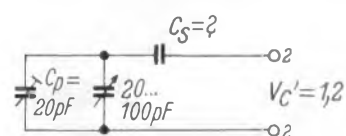

Bild 6. Schaltung zum Beispiel 2 (13) Einfluß des Parallelkondensators C_P
In dem Beispiel 1 (13) möge dem Drehkondensator ein Trimmer mit einer mittleren Kapazität von 20 pF parallelgeschaltet sein (Bild 6). Wie groß ist jetzt der Serienkondensator zu wählen?